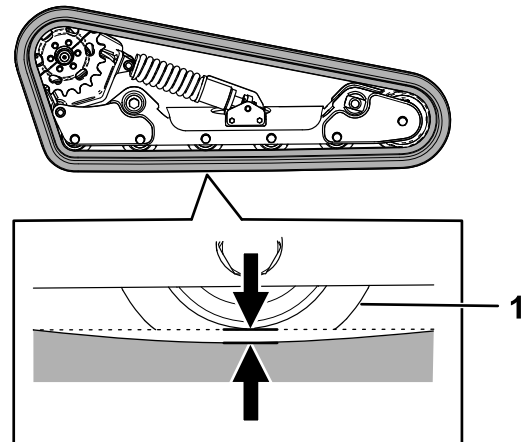

Bild 56
Eine Seite der Maschine anheben/abstützen und mit dem Gewicht der Kette prüfen, ob der Abstand zwischen der Unterseite der Lippe des Straßenrads und der Kette 1,3 cm beträgt, wie in Bild 56 dargestellt. Stellen Sie sonst die Kettenspannung mit den folgenden Schritten ein.
- Drehen Sie die Spannschraube mit einer 1/2" Antriebsknarre, bis die Auslenkung der Kette 1,3 cm beträgt, wie in Bild 56 dargestellt.
- Kontrollieren Sie, dass die Auslenkung der Kette 1,3 cm beträgt, wie in Bild 56 dargestellt. Stellen Sie sie bei Bedarf ein.
20. Drehen Sie die Spannschraube mit einer 1/2" Antriebsknarre gegen den Uhrzeigersinn, bis die Auslenkung der Kette 12,7 mm beträgt, wie in **Bild 56** dargestellt.